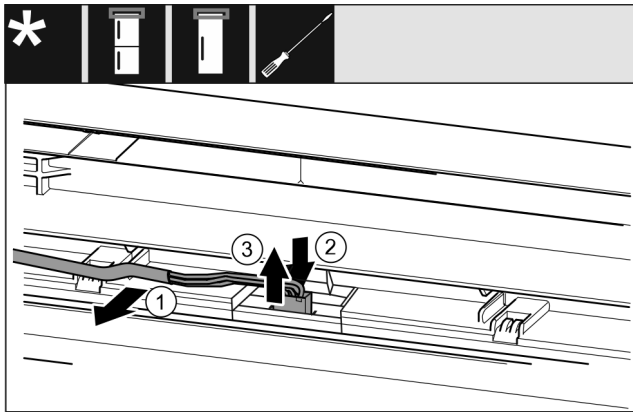

Fig. 20
- ▶ Løsn forsigtigt det grå kabel fra føringen i døren. Fig. 20 (1)
- ▶ Tryk lasken under stikket bagud. Fig. 20 (2)
- ▶ Træk stikket forsigtigt opad. Fig. 20 (3)